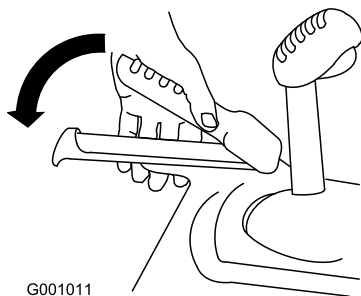

Bild 20
1. Drücken Sie zum Einkuppeln des Fahrtriebs den linken Hebel (Fahrtrieb) zum Handgriff (Bild 20).